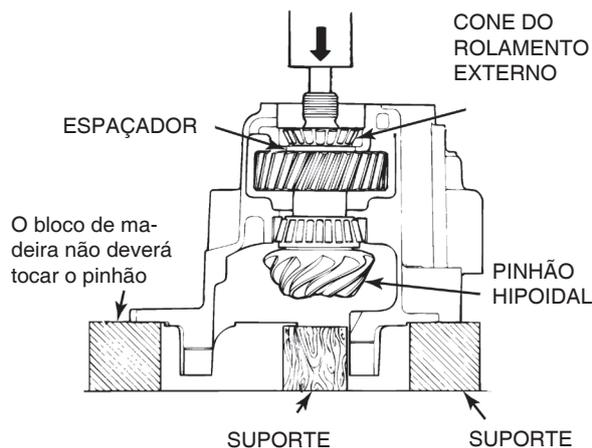

Figura 5.18
1. Evite que o conjunto do pinhão trativo gire pelo uso de dispositivo ou ferramenta para prender os dentes da engrenagem helicoidal movida ou coloque blocos de madeira entre a cabeça do pinhão trativo e a parede da caixa do diferencial. Remova a porca e a arruela do pinhão trativo. Figura 5.18.